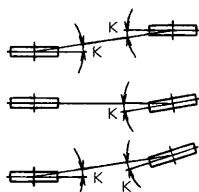

図1
1. ファンプーリと電動機プーリの平行度は図1、表1の規格を満足するようにセットしてください。